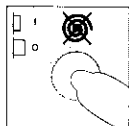

Fig. 18
- 13) Appuyez, si nécessaire sur la touche pour annuler l'essorage (Fig. 18). En appuyant sur cette touche, la machine complète son cycle de lavage sans essorer. C'est utile pour laver des vêtements lave-réenfile sans repassage.